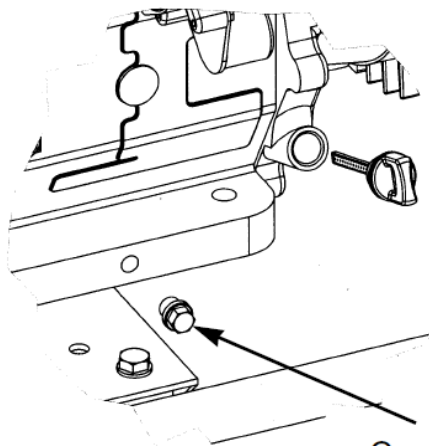

Рис. 5
1. Вывинтить щуп-пробку из горловины картера, см. также рис. 5. Опустить в горловину сухой, чистый щуп и вытащить его – край смоченной маслом области должен располагаться между отметками минимального и максимального допустимого уровня.